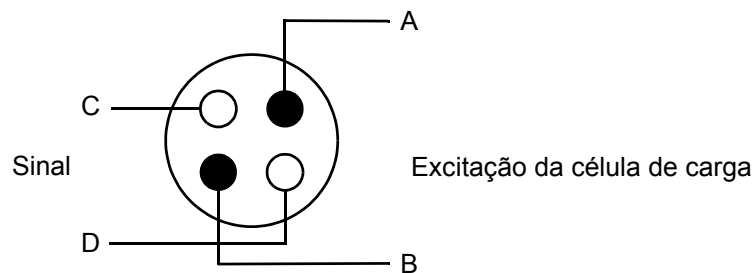

Figura 2-2. Disposição dos núcleos em um cabo de célula de carga
- O cabo da célula de carga **precisa ser um cabo robusto de quatro núcleos** (veja a figura 2-2).